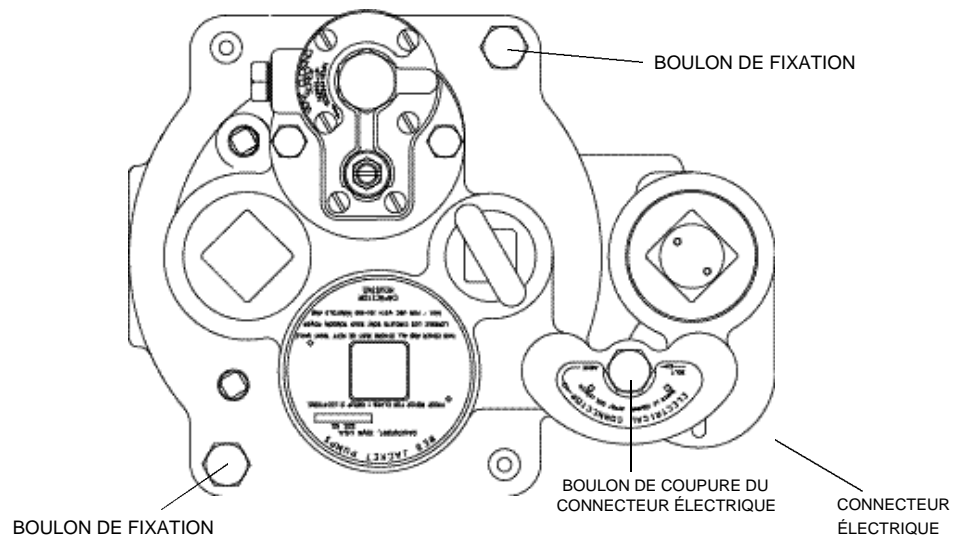

Figure 4.1 Presse-étoupe
- 1: Faire sortir le boulon de coupure du connecteur électrique. (Voir Fig. 4.1)